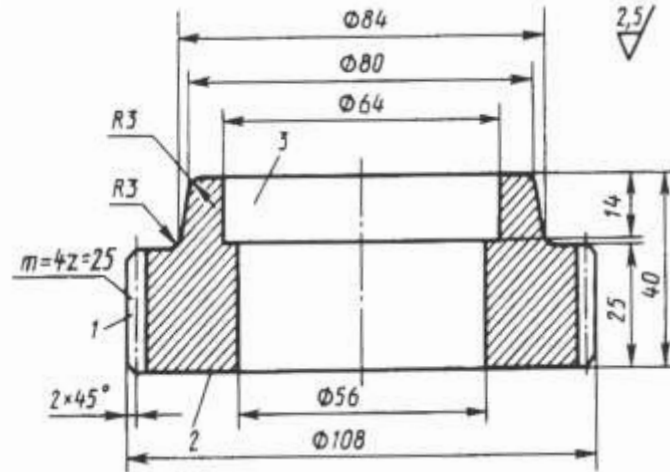

Рис. 28
2. Разработайте процесс изготовления поковки детали (рис. 28) методом горячей объемной штамповки на кривошипном горячештамповочном прессе. При выполнении работы следует описать сущность процесса горячей объемной штамповки и указать области ее применения; привести схему пресса и описать его работу; установить температурный интервал штамповки и способ нагрева заготовки; составить чертеж поковки и определить ее массу; с